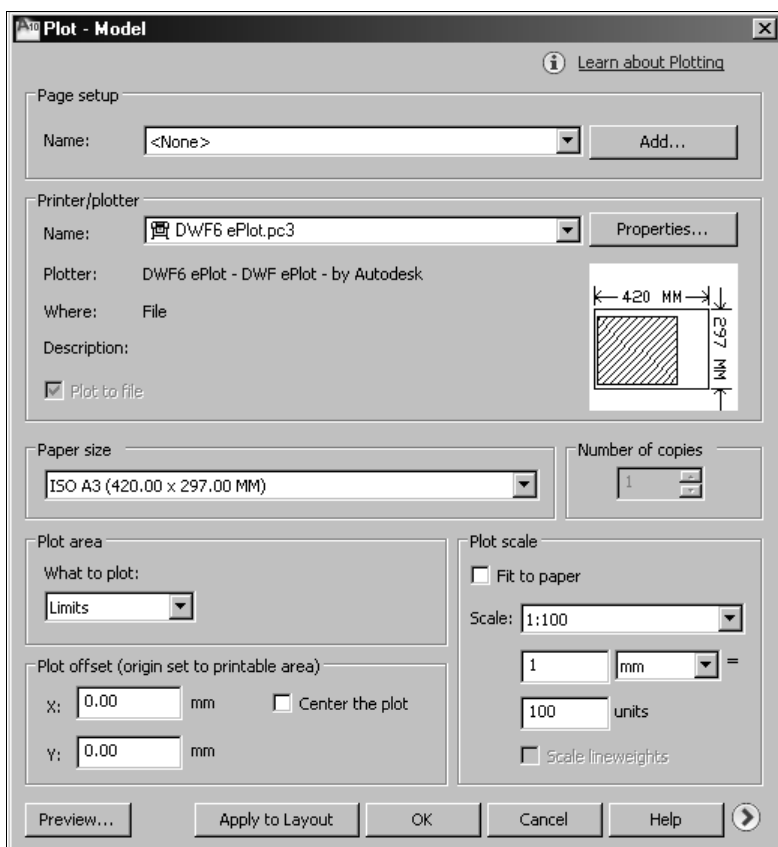

Рис. 23.1. Диалоговое окно **Plot - Model** для настройки печати чертежа
4. Откройте меню приложения и выберите из него **Plot** (Печать), а затем **Print** (Печатать) или щелкните мышью на кнопке  **Plot** (Печать), размещенной на панели быстрого доступа. Появится диалоговое окно **Plot - Model** (Печать - модель) (рис. 23.1).